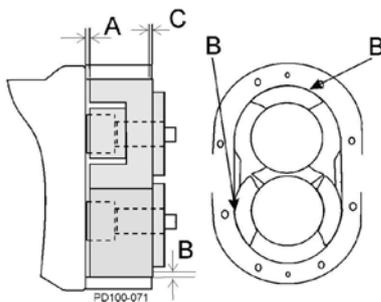

Abb. 56 Messung der Spaltmaße
9. Messen Sie das rückseitige Spaltmaß des Rotors (Abb. 56, Pos. A) durch einen der Anschlüsse (Ports) oder von der Vorderseite. Der rückseitige Abstand für beide Rotoren muss gleich sein, um zu vermeiden, dass die Rotoren Kontakt haben. Dieser muss bei $\pm 0,0005$ / 0,013 mm des Wertes liegen, welcher in Tabelle 2 in Abschnitt „Rotoren Spaltmaße“ auf Seite 41 angegeben ist.
10. Prüfen Sie das Spaltmaß des Rotors zur Frontfläche (Abb. 56, Pos. C).
11. Prüfen Sie das Spaltmaß zwischen Rotor und Gehäuse (Abb. 56, Pos. B).